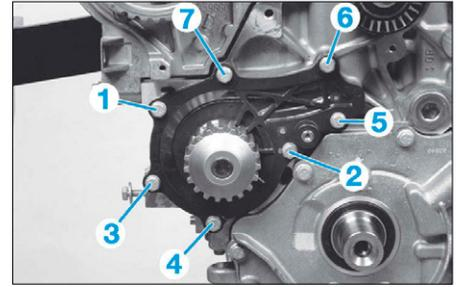

FIG. 25
- Déposer les sept vis de fixation de la pompe à eau et l'extraire (Fig.25).
- Respecter l'ordre de serrage (Fig.25).